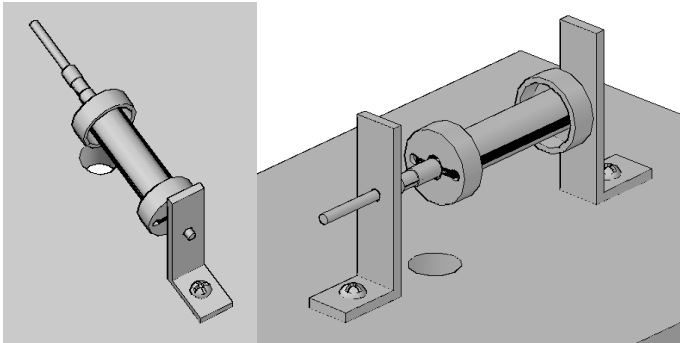

Figura 5.7. Rotor con su eje y conmutador.
-Hay que poner los soportes del eje. Verificar que gira libremente; si no es así darle la longitud correcta al separador de plástico pequeño. Figura 5.7.